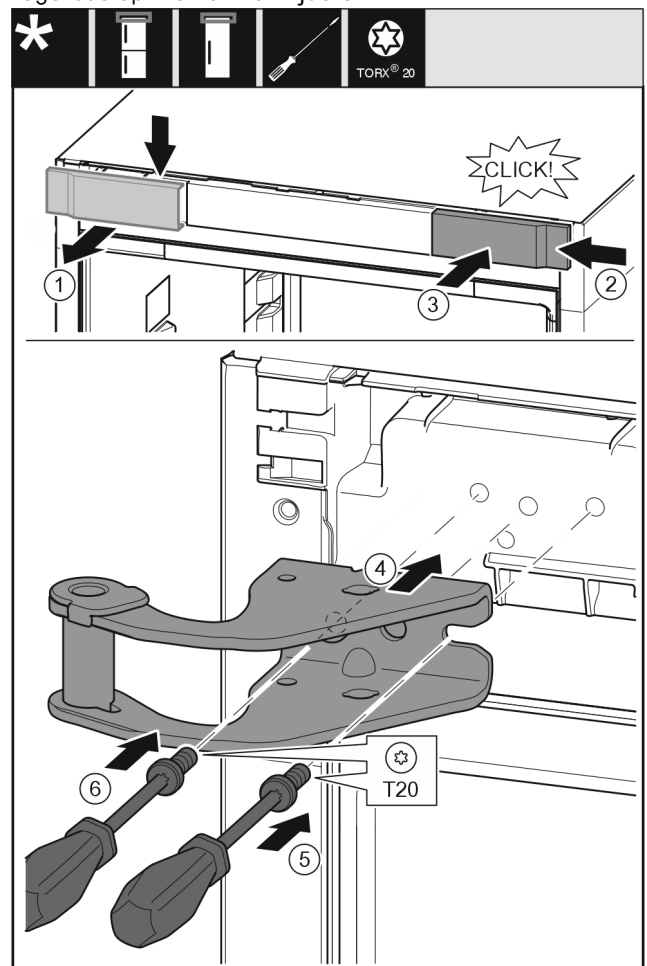

Fig. 11
- ▶ Afdekking van boven naar voren toe verwijderen. Fig. 11 (1)
- ▶ Afdekking 180° gedraaid op de andere kant van rechts aanbrengen. Fig. 11 (2)
- ▶ Afdekking vastklikken. Fig. 11 (3)
- ▶ Bovenste lagerbus plaatsen. Fig. 11 (4)
- ▶ Schroef met schroevendraaier T20 aanbrengen en vastdraaien. Fig. 11 (5)
- ▶ Schroef met schroevendraaier T20 aanbrengen en vastdraaien. Fig. 11 (6)